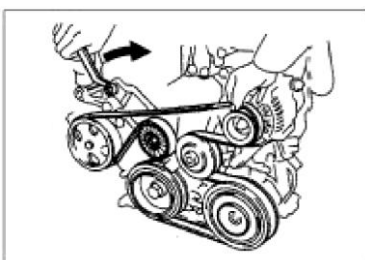

Рисунок II-29 Снятие генератора и ремня помпы системы охлаждения.
V. Снятие генератора и ремня помпы системы охлаждения. (см. *Рисунок II-29 Снятие генератора и ремня помпы системы охлаждения*)